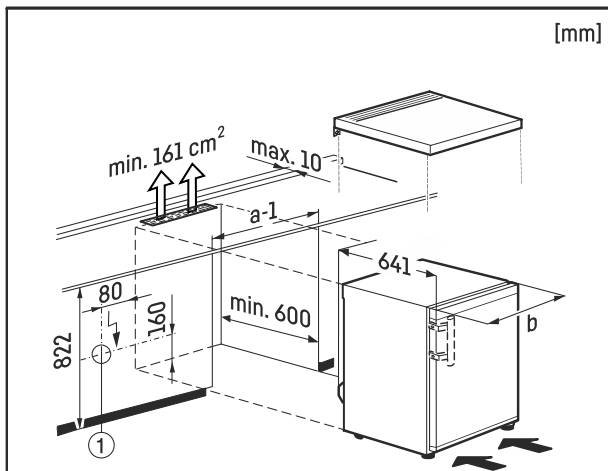

Fig. 8
Pistikupesa Fig. 8 (1) peab asuma seejuures väljaspool seadme tagaseina ja olema kergelt ligipääsetav.